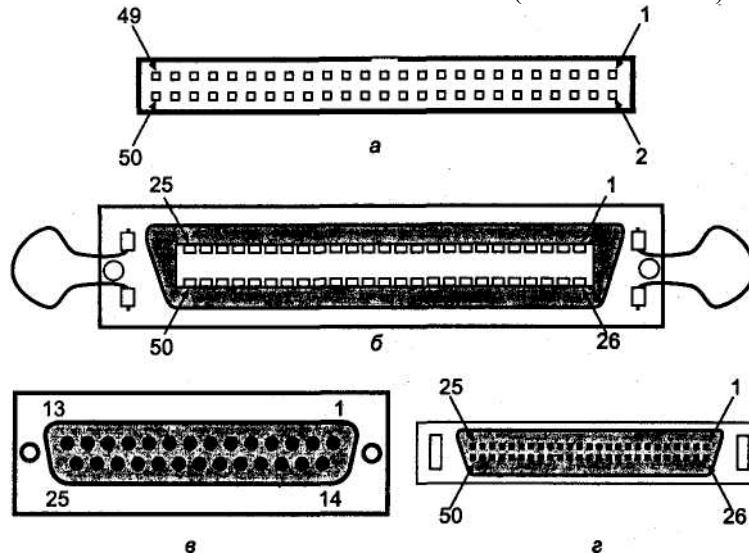
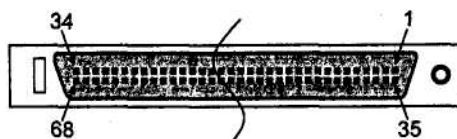
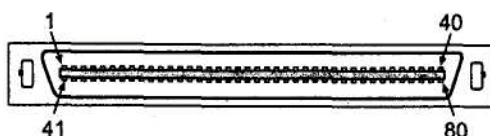

Рис. 5.1. Разъемы 8-битного устройства SCSI: а — IDC-50P, б — CX-50R в — DB-25P, г — HD-50F
Рис. 5.2. Разъемы 16-битного устройства SCSI HD-68F
Рис. 5.3. Разъем устройства SCSI с «горячей» заменой SCA-80
♦ IDC-50 - разъемы для соединения внутренних устройств (аналогичны разъемам ATA, где применяются 40-контактные IDC-40). Разъемы имеют квадратные штырьковые контакты с шагом 0,1" (2,54 мм), пластмассовый корпус, без кожуха и дополнительных фиксаторов (рис. 5.1, а). На устройствах устанавливаются *вилки* (IDC-50M), на ленточных кабелях — *розетки* (IDC-50F).
CX-50 — разъемы типа Centronics, аналогичные применяемым в принтерах (но 50-контактные). Разъемы имеют пластинчатые контакты с шагом 0,085" (2,16 мм) и внешний металлический кожух (рис. 5.1, б). Применяются для соединения внешних устройств. На корпусе устройства (и SCSI-адаптера) устанавливают *розетки* (CX-50F), на кабелях — *вилки* (CX-50M). Разъемы фиксируются проволоочными скобами, установленными на розетке, входящими в выемки на корпусе вилки. Часто называются «внешними SCSI-1» (SCSI-1 External).
- ◆ DB-25 — разъемы с круглыми штырьковыми контактами в металлическом кожухе D-образной формы (как на LPT-порте компьютера). На устройстве устанавливается *розетка* (DB-25F), на кабеле — *вилка* (DB-25M); фиксация выполняется с помощью винтов (рис. 5.1, в). Применяются на некоторых внешних устройствах (например, Zip).
- ◆ HD-50, они же MiniDSO (рис. 5.1, г), — разъемы со штырьковыми контактами в металлическом кожухе D-образной формы, с высокой плотностью контактов (High Density) — с шагом 0,05" (1,27 мм). На устройстве устанавливается *розетка* (HD-50F), на кабеле — *вилка* (HD-50M); фиксация выполняется с помощью защелок (клипсов). Часто называются «внешними SCSI-2» (SCSI-2 External).
- ◆ HD-68, они же MiniD68, — аналогичные разъемы, но с 68 контактами. На устройстве устанавливается *розетка* (HD-68F или MiniD68F), на кабеле — *вилка* (HD-68M или MiniD68M). Внешние разъемы фиксируются с помощью клипсов или винтов, внутренние — только на трении. Часто называются разъемами SCSI-3, в настоящее время наиболее широко используются для «широкого» интерфейса. На рис. 5.2 показан внешний разъем, слева изображена клипса, справа — резьбовая буска.
SCA (Single Connector Attachment) — разъем для подключения устройства одним разъемом. Предназначен для подключения дисков, устанавливаемых в шасси с возможностью «горячей» замены (или, по крайней мере, легкой, через лицевую панель). В настоящее время распространена спецификация SCA-2 на разъемах MCX-80 (рис. 5.3). На устройстве устанавливается вгря (MCX-80F), на шасси — розетка (MCX-80M). Кроме интерфейсных сигналов, на разъем выводятся шины питания, также сигналы конфигурирования устройства (идентификатор, режимы и т. п.). На боковых направляющих имеются дополнительные контакты заземления. Конфигурационные джамперы устанавливаются не на устройстве, а на шасси (или на плате адаптера).
Для версии Narrow SCSI использовались разъемы, изображенные на рис. 5.1, для Wide SCSI — на рис. 5.2. Для устройств с «горячей» заменой применяют миниатюрный D-образный разъем SCA-2, общий для питания и сигнальных цепей (рис. 5.3). Ассортимент кабелей SCSI довольно широк.
- внутренний А-кабель SCSI-1 и SCSI-2 имеет разъемы с низкой плотностью контактов IDC-50 (розетки, см. рис. 5.1, а);
- внешний А-кабель SCSI-1 имеет разъемы Centronics-50 (CX-50M, см. рис. 5.1, б);
- внешний А-кабель SCSI-2 имеет разъемы MiniDSOM (HD-50M, см. рис. 5.1, в).
- ◆ *Mac SCSI*. Кабель с разъемами DB-25P (см. рис. 5.1, з) — 8-битный, стандартный для Macintosh (назначение контактов см. ниже), используется на некоторых внешних устройствах (Iomega ZIP Drive). Встречается иная раскладка цепей, если 25-контактный разъем установлен на хост-адаптере.